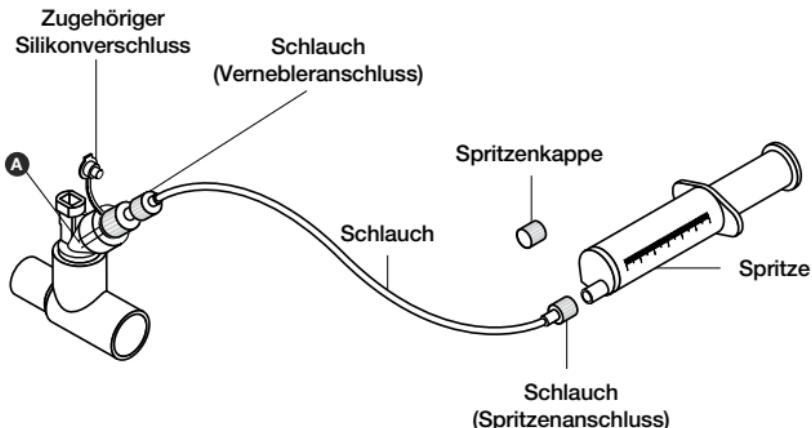

Abbildung 5. Schlauchset für die kontinuierliche Vernebelung
- Die mit dem Medikament gefüllte Spritze in die Spritzeninfusionspumpe einführen (die Pumpe ist in Abbildung 5 nicht zu sehen).